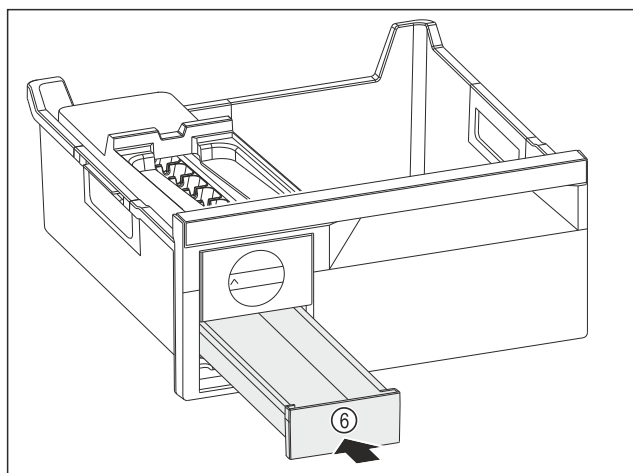

Fig. 116
- Wsunąć szufladę na kostki lodu Fig. 116 (6).